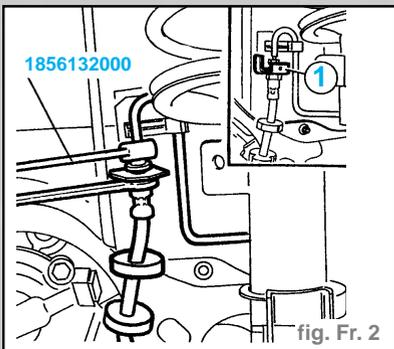

fig. Fr. 2
- dégager l'agrafe (1), débrancher le tuyau flexible en agissant sur les raccords à l'aide de la clé **1856132000**, débrancher ensuite le connecteur du capteur d'usure des plaquettes de freins (fig. Fr. 2).